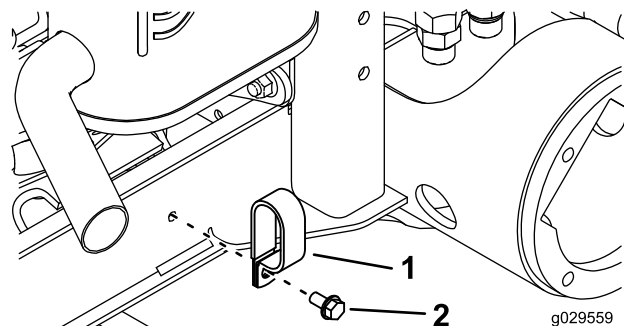

Рисунок 2
1. Выверните болт крепления шлангового хомута к швеллеру рамы с правой стороны машины (Рисунок 2).